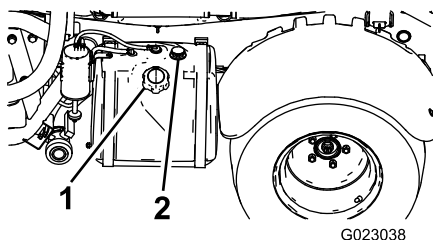

Figura 11
2. Pulite intorno al tappo del serbatoio del carburante (Figura 11).